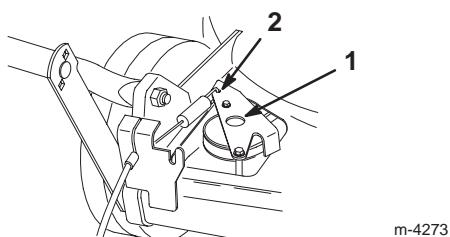

Figure 23
4. Appuyez sur la patte du câble d'autotraktion jusqu'à ce qu'elle touche la tondeuse, puis maintenez-la en place (Fig. 23).